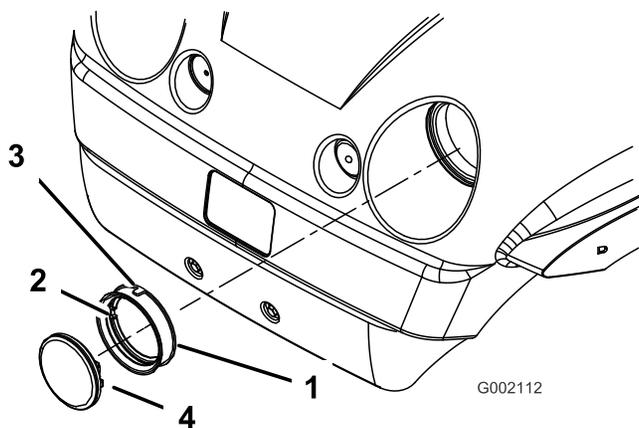

Figure 39
- Déposez le joint en caoutchouc qui entoure le phare (Figure 39). Mettez le phare au rebut.
- Placez l'encoche située à l'intérieur du joint en face de l'encoche du phare neuf (Figure 39). Placez le joint sur le phare jusqu'à ce qu'il tienne bien en place.